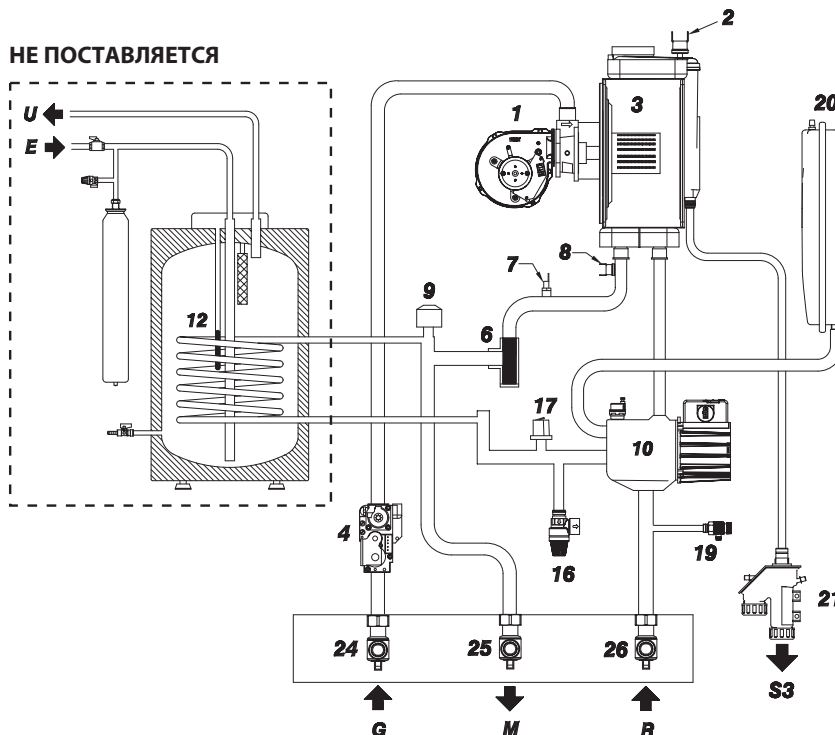

Рис. 2
1.4 ФУНКЦИОНАЛЬНАЯ СХЕМА (Рис. 2)